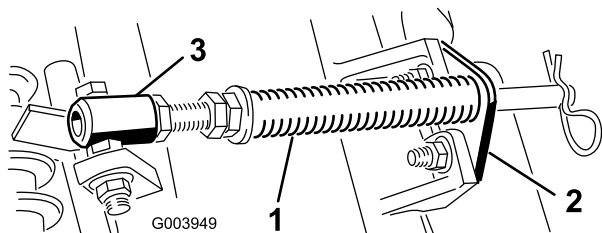

Рисунок 4
- A. Выверните два каретных болта и гайки крепления кронштейна штока к выступам режущего блока (Рисунок 4).
- B. Выверните фланцевую гайку крепления болта трубки пружины к выступу несущей рамы (Рисунок 4). Снимите этот узел.